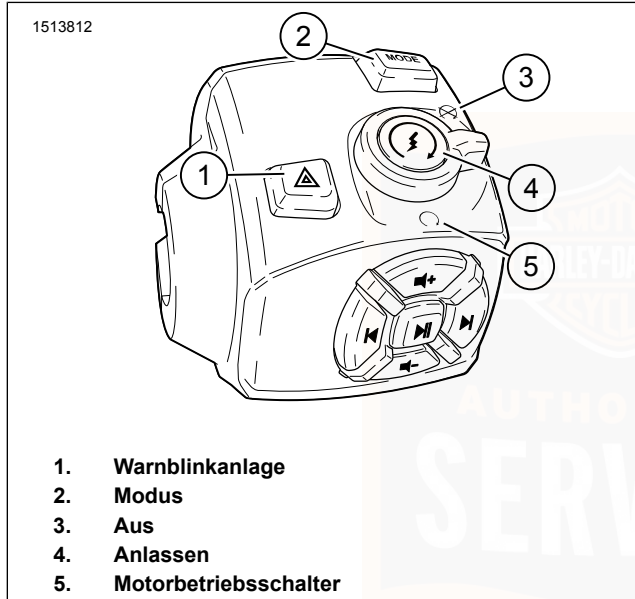

Abbildung 35. RHCM – oben
Siehe Abbildung 35. Der Warnblinkerschalter (1) dient zur dauerhaften Aktivierung des Vierfach-Warnblinkers bei einem liegengeliebenen Motorrad. Mithilfe der Warnblinker kann das Motorrad mit ausgeschalteter Zündung zurückgelassen werden, bis Hilfe geholt wird.
Siehe Abbildung 35. Die Modustaste (2) drücken, um den Fahrmodus zu ändern.
Siehe Abbildung 35. Den Motorbetriebsschalter in Stellung OFF (AUS) (3) drücken, um den Motor abzustellen.
Siehe Abbildung 35. Den Motorbetriebsschalter in Stellung RUN (BETRIEB) (3) drücken, damit der Motor starten und laufen kann. Der Motorbetriebsschalter muss sich in der Stellung RUN (BETRIEB) befinden, damit der Motor angelassen und betrieben werden kann.
Siehe Abbildung 35. Den Motorbetriebsschalter in Stellung RUN (BETRIEB) (5) drücken, damit der Motor starten kann.
1. Den Motorbetriebsschalter in die BETRIEB-Stellung bringen (3). Das Getriebe in den Leerlauf schalten. Die (grüne) Leerlauf-Kontrollleuchte leuchtet auf. Siehe Anlassen des Motors (Seite 114) >.
2. Den Anlasser durch Drücken des Anlasserschalters (5) betätigen.